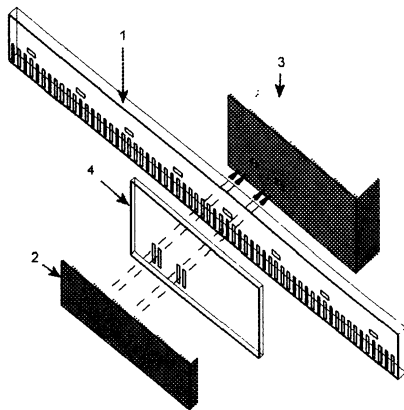

Рис. 1.10. Линейный датчик положения.
Линейные датчики положения используются практически во всех современных станках с ЧПУ для точного определения абсолютной или относительной позиции исполнительных органов. Датчики содержат два взаимосвязанных узла: растровую шкалу и считывающую головку (рис.1-10). *Растровая шкала* (1), расположенная вдоль направляющих, представляет собой линейку с маленькими прямоугольными прорезями (растрами). Считывающая головка, перемещающаяся вместе с исполнительным органом станка, состоит из *осветителей* (2), *фотоприемников* (3) и *индикаторной пластины* (4). Причем осветители и индикаторная пластина находятся с одной стороны от растровой шкалы, а фотоприемники с другой.